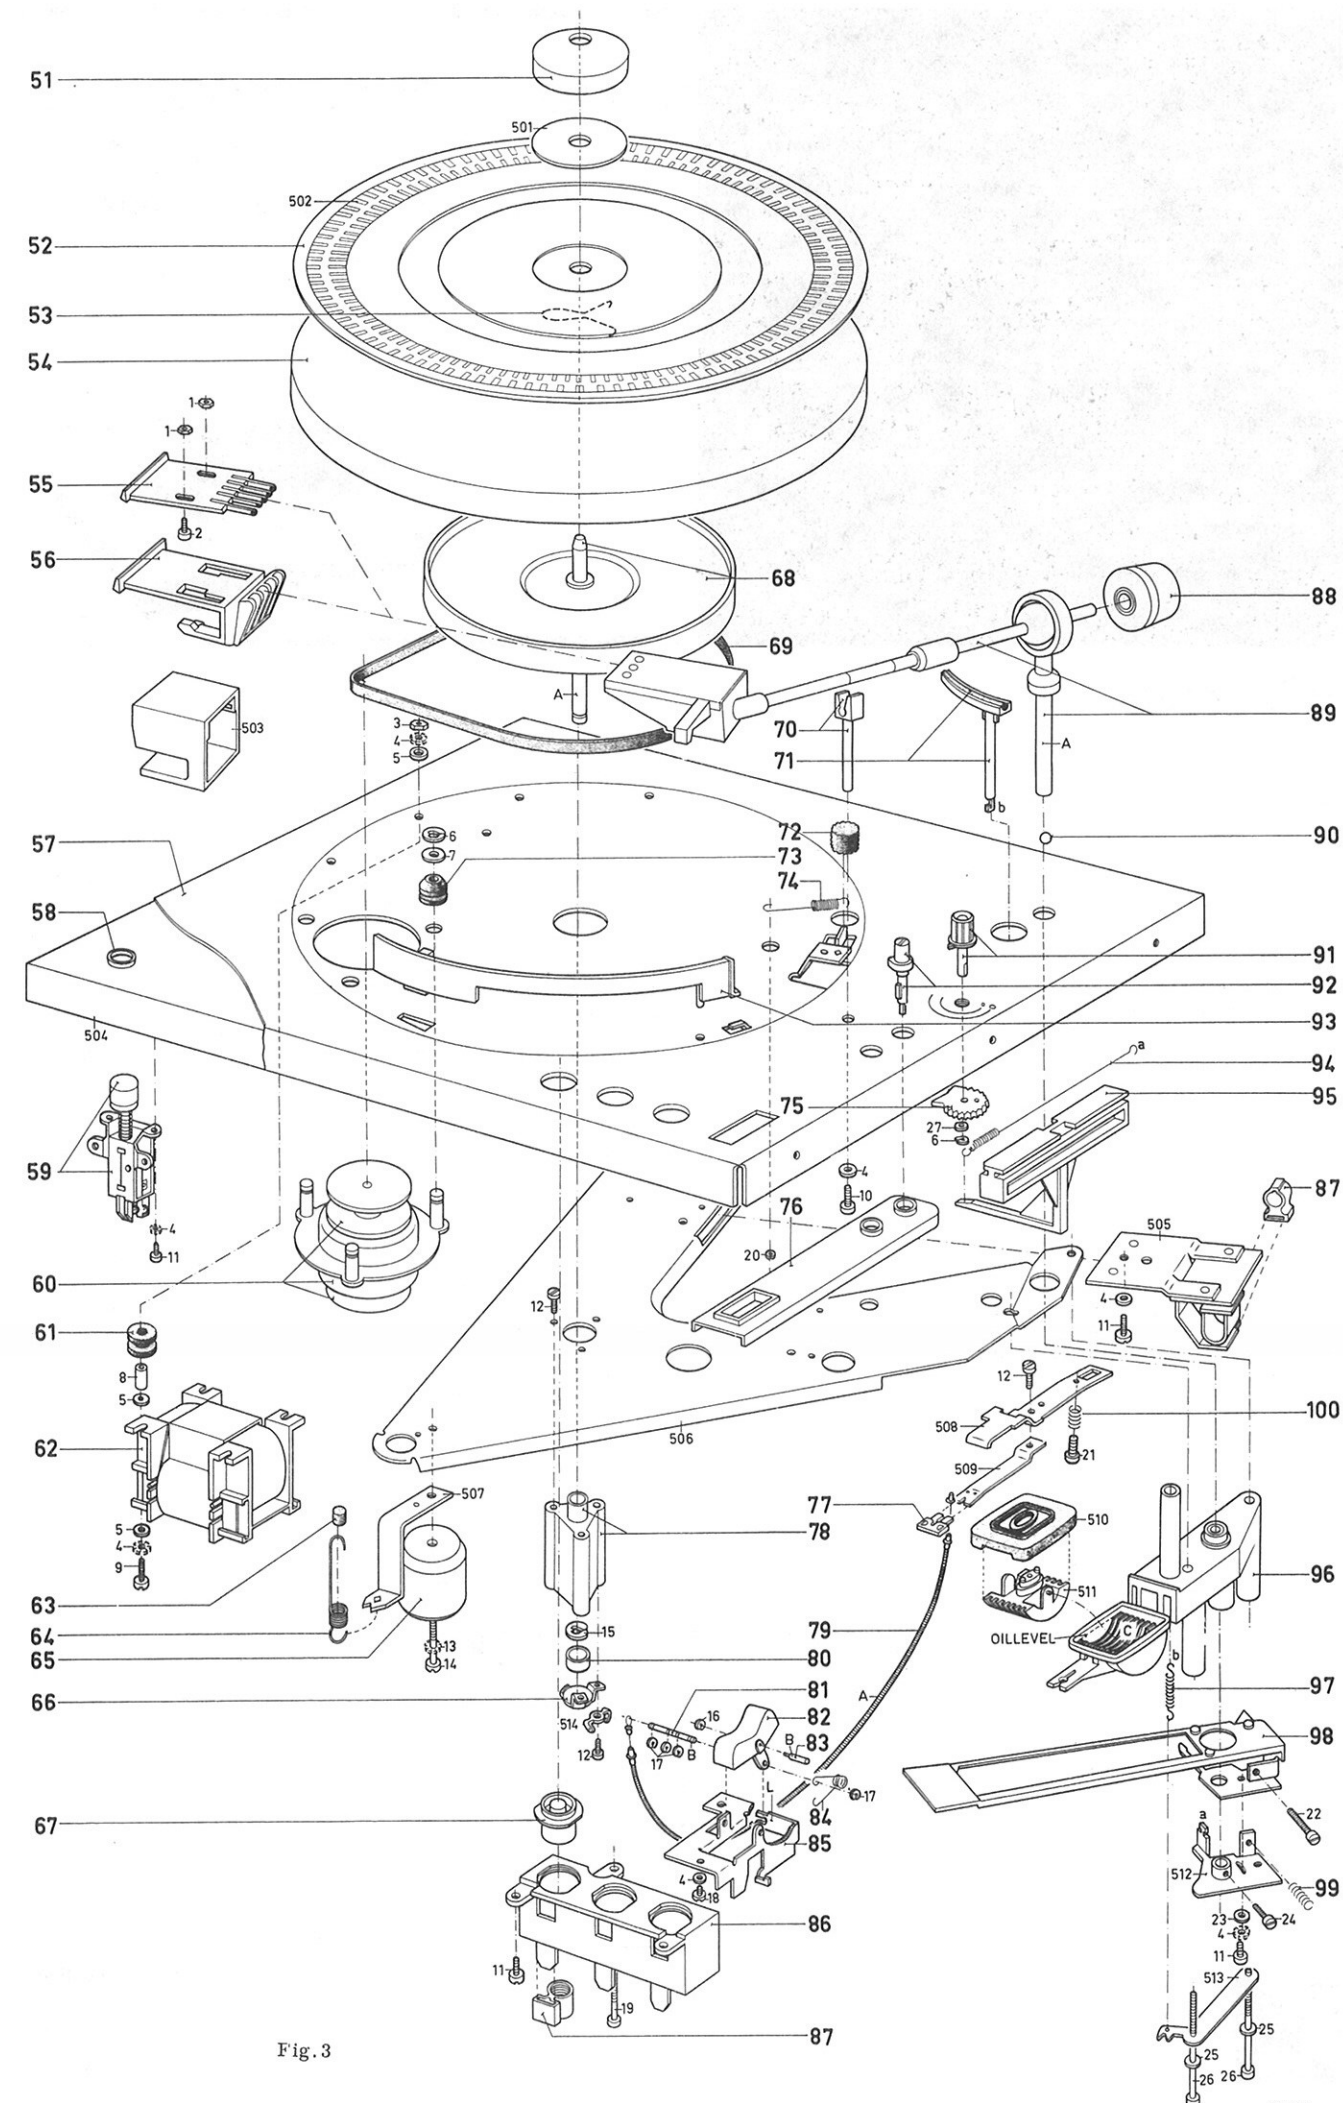

Fig. 3
2. In the playing position with the P.U. stylus on the record, the clearance between the upperside of lift 71 and the lower side of P.U. arm 89 must be about 0,5 mm. Adjust this clearance by bending tag L of bracket 85 (Fig. 3).
3. When P.U. arm 89 has been raised by lift 71, the clearance between the stylus tip of the P.U. head and the turntable mat must be 8 mm. Adjust this clearance by turning set screw 21 (Fig. 3).
2. En position de fonctionnement avec l'aiguille sur le disque, la distance entre la partie supérieure du levier 71 et la partie inférieure du bras de lecture 89 doit être d'env. 0,5 mm. Régler en recourbant la languette L de l'étrier 85 (fig. 3).
3. Lorsque le bras de lecture 89 est soulevé par le levier 71, la distance entre la pointe de l'aiguille de la tête de lecture et le tapis du plateau doit être de 8 mm. Régler en ajustant la vis de réglage 21 (fig. 3).
2. En posición de reproducción, con la aguja del tocadisco sobre el disco, la distancia entre la parte superior del ascensor 71 y la parte inferior del brazo fonocaptor 89 debe valer aproximadamente 0,5 mm. Esto puede ser ajustado doblando el labio L de la abrazadera 85 (fig. 3).
3. Cuando el brazo fonocaptor 89 es levantado por el ascensor 71 la distancia entre la punta de la aguja de la cabeza fonocaptora y la estera de la mesa debe valer 8 mm. Esto es ajustable mediante el tornillo de ajuste 21 (fig. 3).
2. In de speelstand met de P.U. naald op de plaat moet de afstand tussen de bovenzijde van lift 71 en de onderzijde van de pick-up arm 89 ongeveer 0,5 mm bedragen. Instellen door lip L van beugel 85 te verbuigen (fig. 3).
3. Als de pick-up arm 89 door de lift 71 geheven is, moet de afstand tussen de naaldpunt van de pick-up kop en de draaitafelmat 8 mm bedragen. Instellen door instelschroef 21 te verdraaien (fig. 3).
2. Wenn der Tonkopf auf der Schallplatte liegt, soll der Abstand zwischen der Oberseite von Lift 71 und der Unterseite des Tonarms 89 ungefähr 0,5 mm betragen. Einstellen erfolgt durch Biegen der Zunge L von Bügel 85 (Abb. 3).
3. In angehobener Stellung des Tonarms 89 durch Lift 71 muss der Abstand zwischen Tonkopfnadel und der Plattentellerauflage 8 mm betragen. Einstellen erfolgt durch Justieren der Stellschraube 21 (Abb. 3).
LUBRICATING INSTRUCTION (Fig. 3)
SMEERVOORSCHRIFT (Fig. 3)
INSTRUCTIONS DE LUBRIFICATIONS (Fig. 3)
SCHMIERVORSCHRIFT (Abb. 3)
INSTRUCCIONES DE ENGRASE (Fig. 3)
Loosen screw 24 on bracket 512 and move scanner 98. Then retighten bracket 512 (Fig. 3).